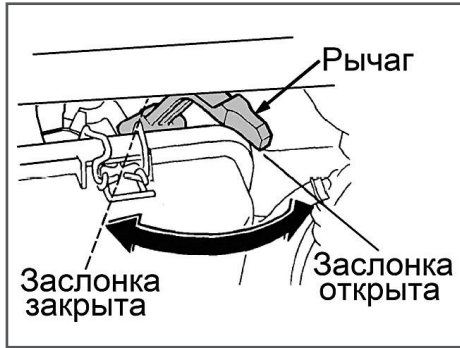

Рис. 10 Воздушная заслонка карбюратора
4. Закройте воздушную заслонку карбюратора (Рис. 10).